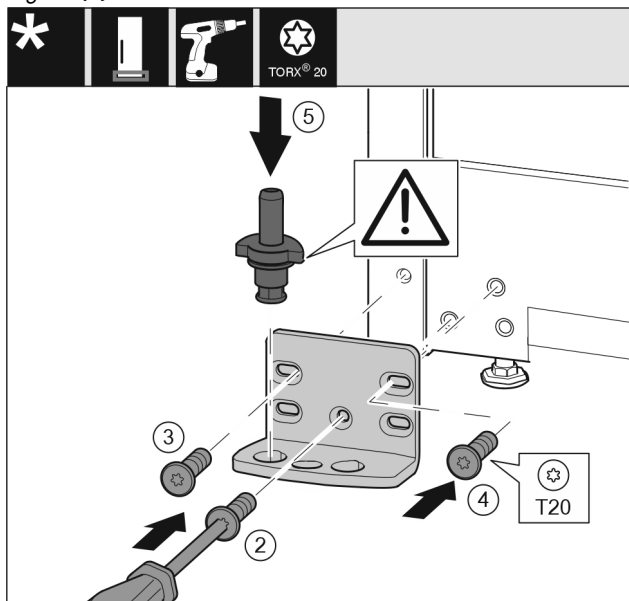

Fig. 15
- ▶ Coloque el soporte de cojinete en el otro lado y atorníllelo con la ayuda de un destornillador T20. Comience por el tornillo 2 en la parte inferior central. Fig. 15 (2)
- ▶ Atornille los tornillos 3 y 4. Fig. 15 (3,4)
- ▶ Coloque el perno de cojinete completo. Preste atención a que el saliente de retención esté orientado hacia atrás. Fig. 15 (5)